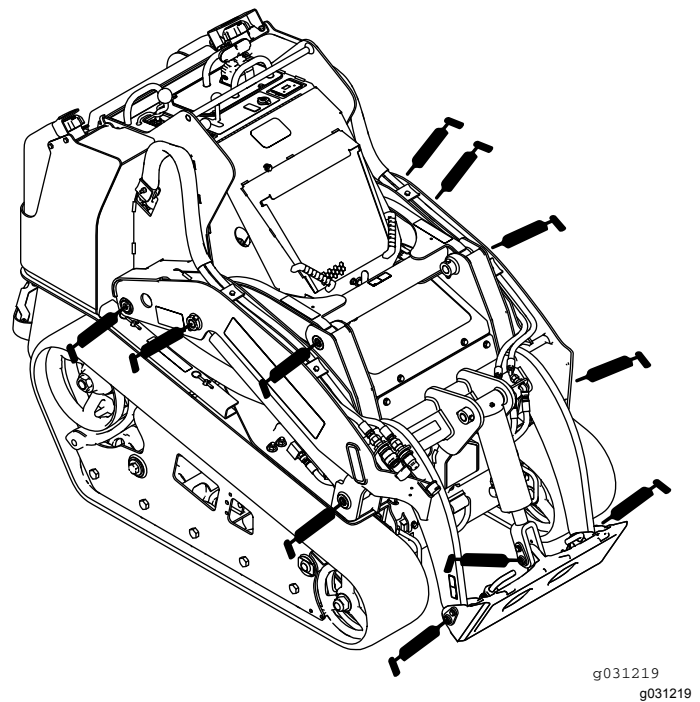
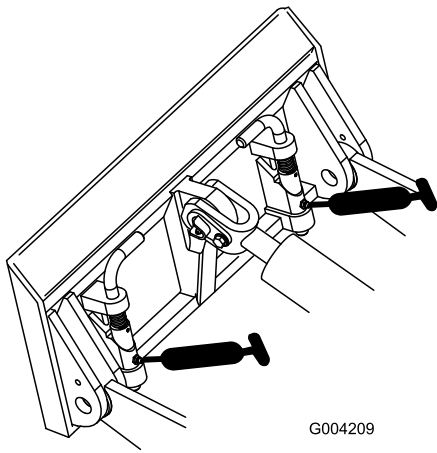
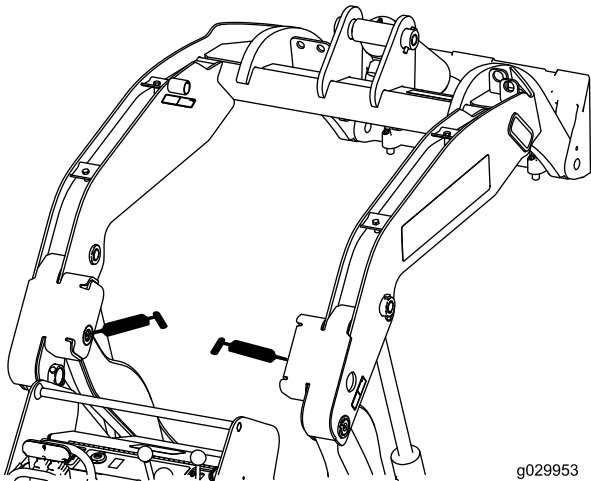

Figura 40
Figura 41
Figura 42
4. Conecte una pistola de engrasar a cada punto de engrase (Figura 40, Figura 41, y Figura 42).
Nota: Eleve los brazos de carga antes de aplicar grasa a los engrasadores indicados en Figura 42.